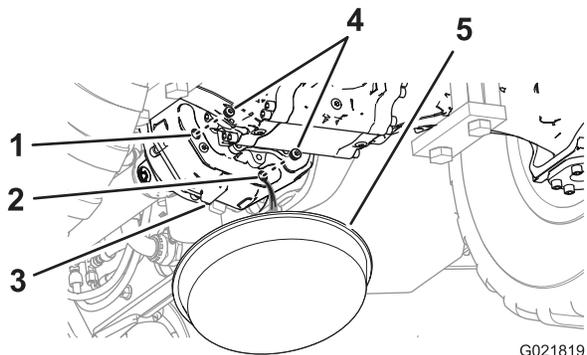

Figura 73
1. Posicione uma bandeja de drenagem sob a parte traseira da caixa de transmissão (Figura 73).
2. Remova os bujões de drenagem e de nível da caixa do transmissão (Figura 73).